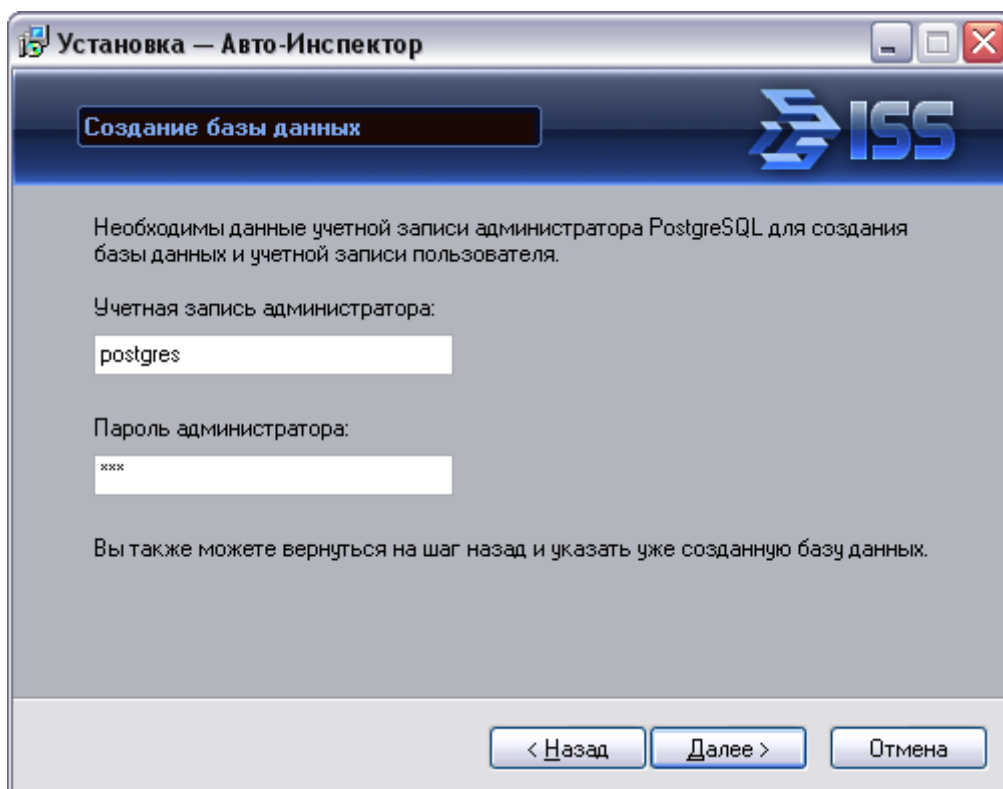

Рис. 13. Создание базы данных
5. Если СУБД PostgreSQL уже была установлена на данном компьютере, но базы данных с указанными параметрами не было обнаружено, то Мастер установки предложит указать имя и пароль администратора СУБД PostgreSQL, необходимые для создания базы данных Модуля (см. рис. 13). Нажмите кнопку **Далее** для продолжения.